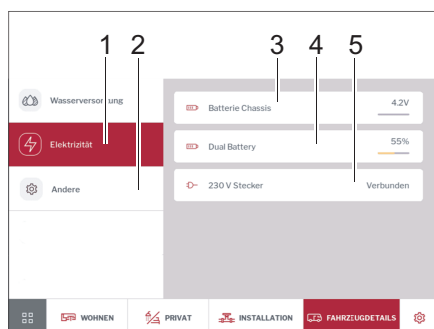

Bild 269 El och inomhustemperatur
- Klicka på knappen *El* (Bild 269,1).
Fordonets batterispänning visas (Bild 269,3), liksom kroppsbatteriets laddningsstatus i % eller AGM-batteriets laddningsspänning i volt (Bild 269,4) och status för 230 V-matningen (Bild 269,5).
- Klicka på knappen *Annat* (Bild 269,2).